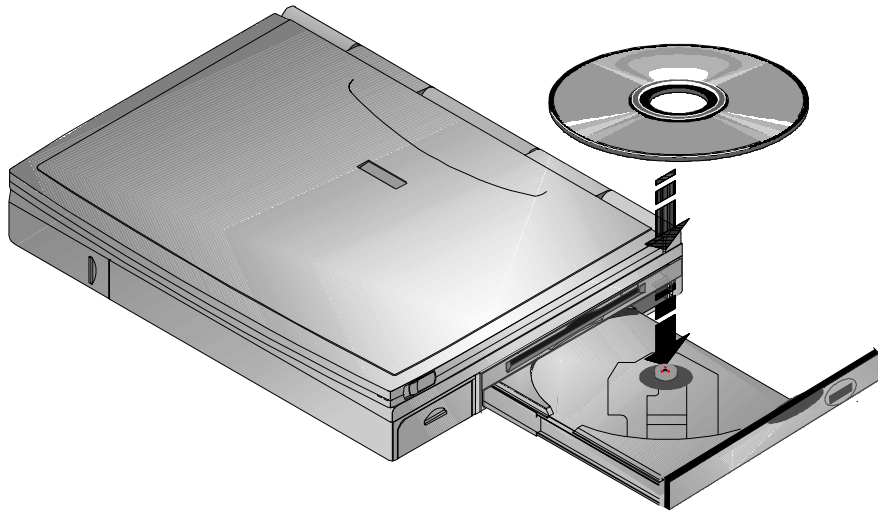

Figure 6-6 : chargement d'un CD dans le module combiné
2. Placez le disque dans le tiroir, le texte du disque tourné vers le haut (figure 6-6).